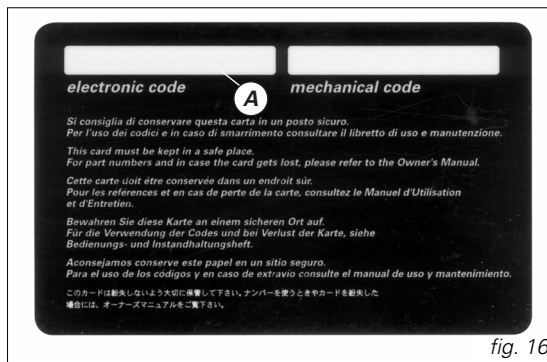

fig. 16
A) (fig. 16) le code électronique, à utiliser en cas de blocage du moteur et donc de démarrage raté après avoir mis la **clé dans la position ON**.